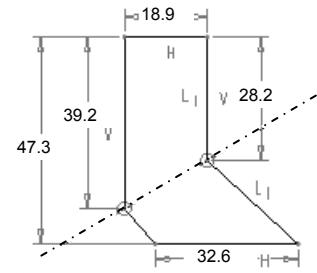
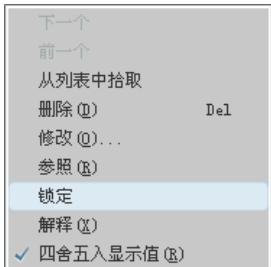
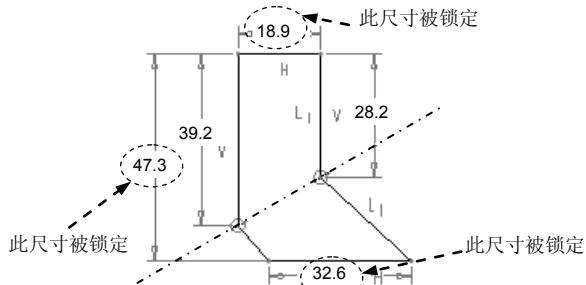

图 4.13.9 移动尺寸至合适的位置
图 4.13.10 快捷菜单
图 4.13.11 锁定有用的尺寸标注
Step2. 移动尺寸至合适的位置，如图 4.13.9 所示。
在图 4.13.9 所示的图形中，单击有用的尺寸，然后右击，在系统弹出的图 4.13.10 所示的快捷菜单中选择  命令。此时被锁定的尺寸将以橘黄色显示，结果如图 4.13.11 所示。